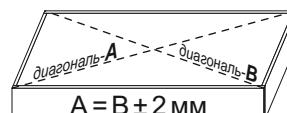

Рис.1
- Соединить боковины (1,2), крышу (3), стяжки (4,5), планку (6) и цоколи (7) еврошурупами.
- Перевернуть изделие лицевой частью вниз и замерить диагонали секции (они должны быть равны: ± 2 мм). Прибить гвоздями 2x20 подпятники и заднюю стенку, состоящую из ДВП (8,9) и соединительной планки. ДВП (9) к планке (6) прибивать с помощью гвоздей 1,6x16 (рис.1).
- Шурупами 4x16 прикрутить скалодержатели к боковинам (1,2) и установить скалку (рис.1).
- Собранные изделия установить на постоянное место и монтировать к стене через планку (6), используя дюбель-винты. Навесить створки (10), используя накладные петли и шурупы 4x16. Отрегулировать петли.
- Прикрутить ручки к створкам (10) винтами M4x30 (рис.1).